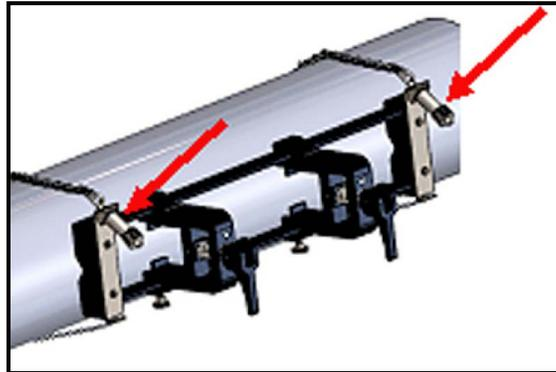

Рис. 16: Зафиксируйте крепление на трубе
9. По завершении окончательной регулировки полностью затяните обе цепи, поворачивая гайку наверху обоих винтовых механизмов цепей (см. Рис.16 ниже), пока цепь не будет затянута достаточно плотно, чтобы противодействовать любому перемещению крепления.